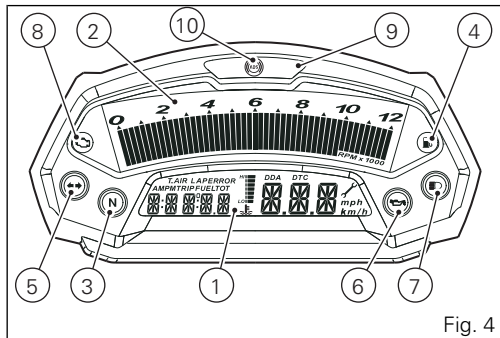

Fig. 4
7) HIGH BEAM LIGHT  (BLUE) (Fig. 4).
8) "VEHICLE/ENGINE DIAGNOSIS - EOBD" LIGHT  (AMBER YELLOW) (Fig. 4).
9) LIMITER LIGHT "OVER REV"/ TRACTION CONTROL LIGHT "DTC" (RED)(Fig. 4).
10) ABS LIGHT (AMBER YELLOW).(Fig. 4).